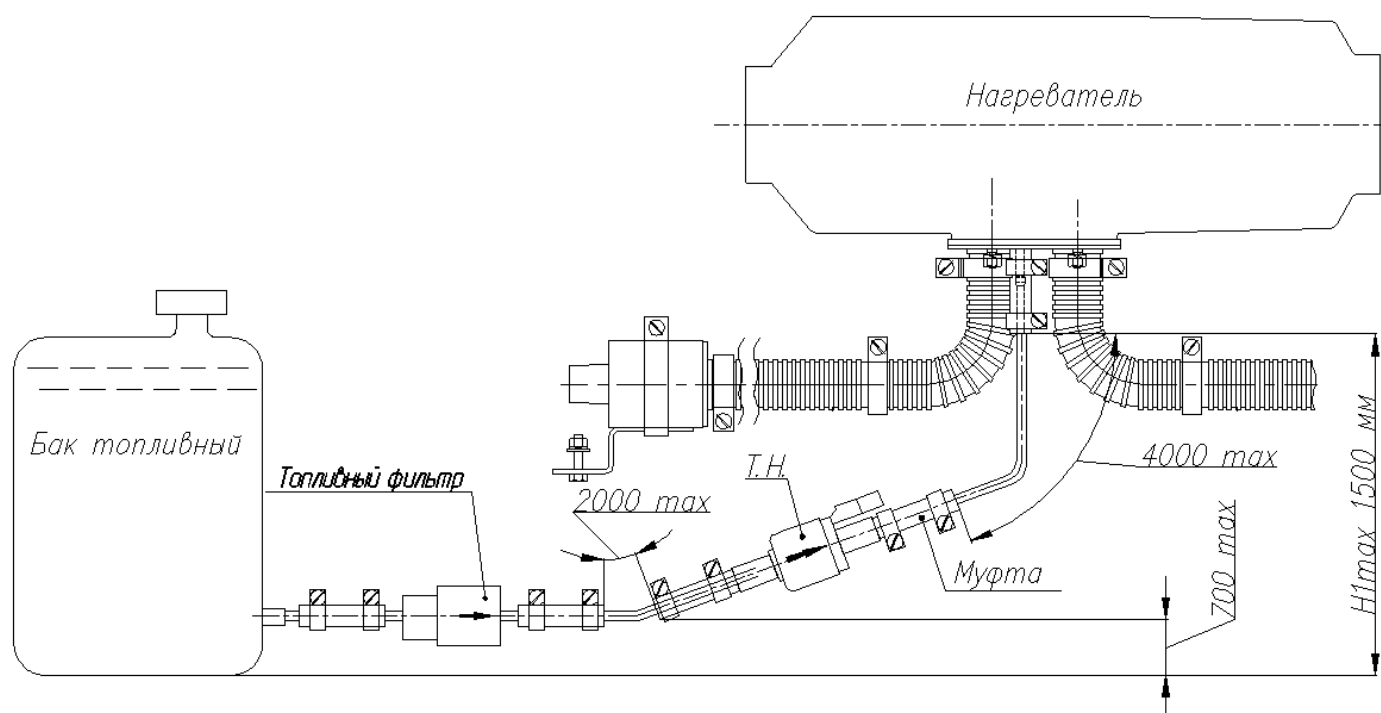
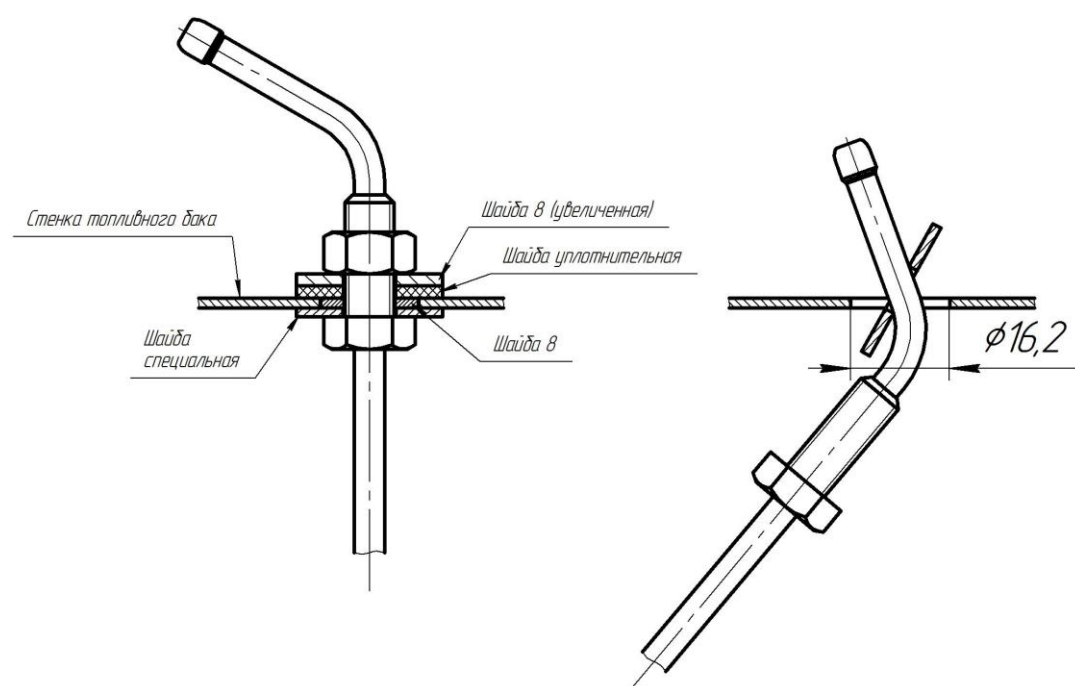
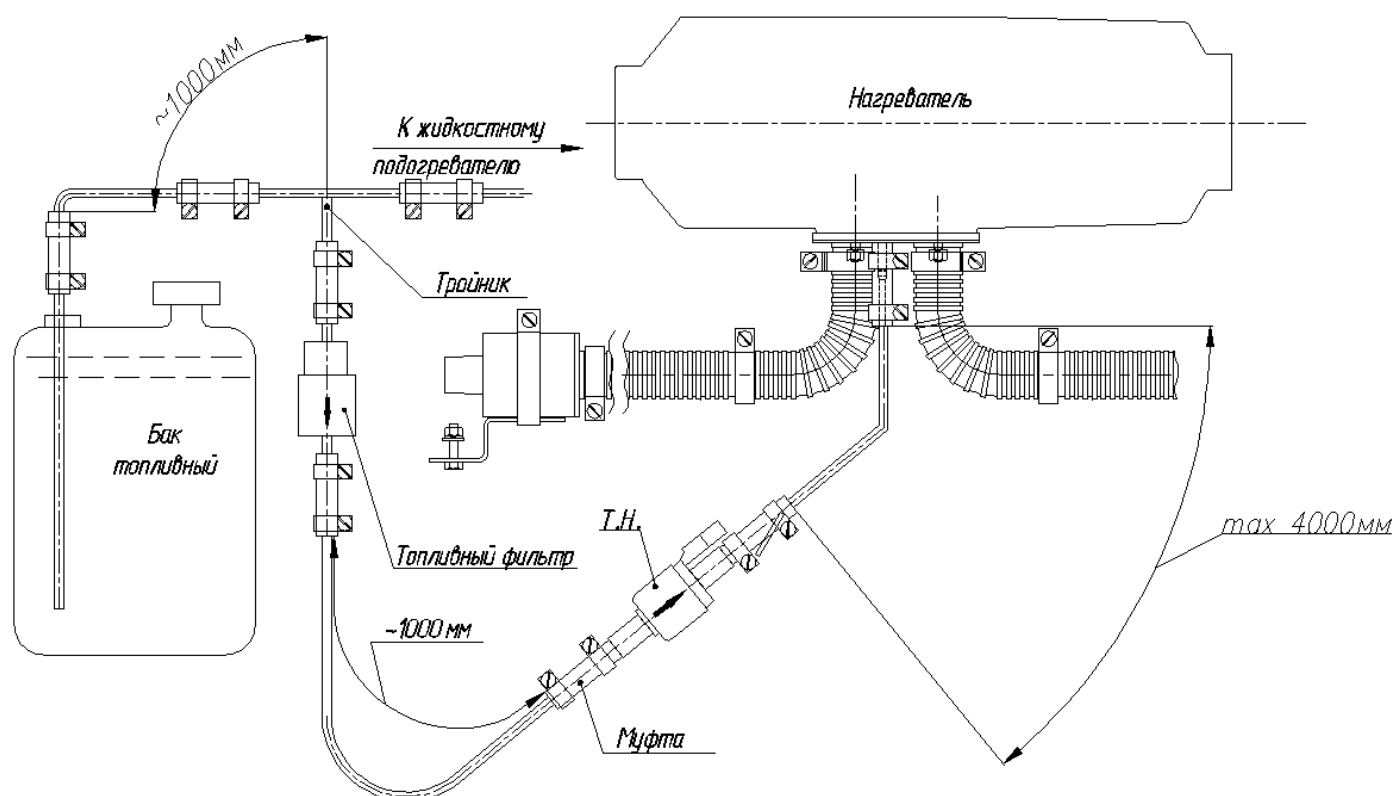

Рис.8 Схема монтажа топливной системы отопителя
Рис. 9 Схема монтажа топливозаборника
Рис.10 Схема монтажа топливной системы отопителя в топливную систему жидкостного подогревателя
- топливную трубку отопителя предпочтительней располагать выше максимального уровня топлива в топливном баке (см. рис. 8, рис. 10);
Схемы относительного расположения топливного бака, топливного насоса и нагревателя показаны на рис.8 и рис.10. Схема монтажа топливозаборника представлена на рис. 9.